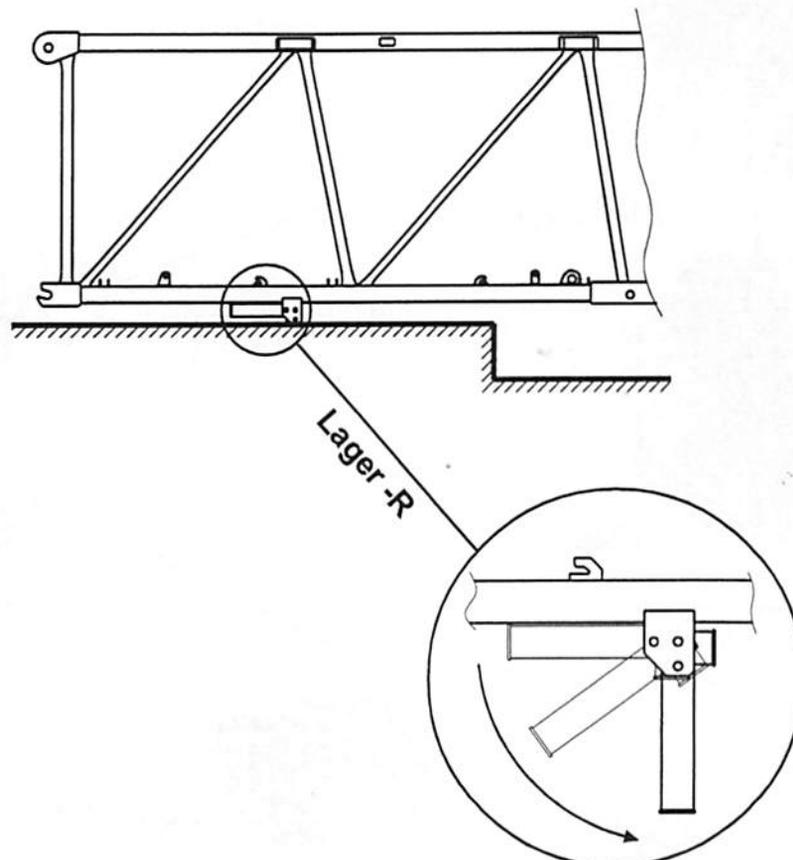

Abb. 2.2.3
- b) **Tieflader Pritschenlastwagen** (Abb. 2.2.3): Vor Absetzen der Einheit auf dem Boden Träger (R) senkrecht aufstellen und mit Stiften C25×165 arretieren.